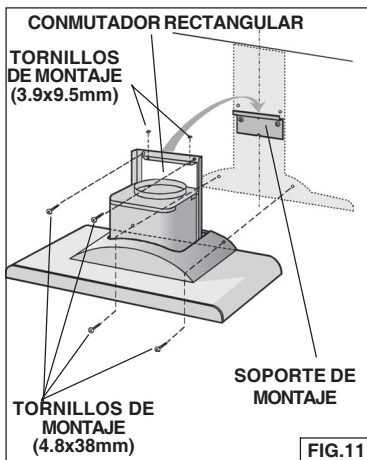

FIG.11
3. Alinee la abertura rectangular de la parte posterior de la campana con el soporte de montaje de la pared. Baje suavemente la campana hasta que encaje correctamente en el soporte. Fig. 11
4. Nivele la campana con (2) tornillos de montaje (3.9x9.5mm) y asegúrela con (4) tornillos de montaje (4.8x38mm). Si no dispone de tachones de pared ni de marcos, utilice los soportes de muro de mampostería sin mortero suministrados. Fig. 11